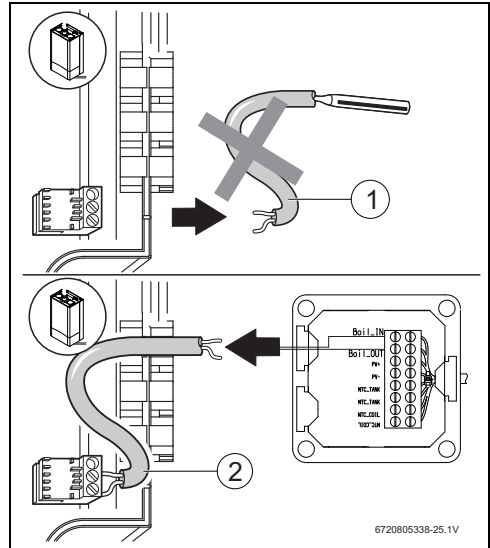

Bild 10
- ▶ Falls ein Fühler für die Warmwasserbereitung am Kessel angeschlossen ist, diesen entfernen (Fig. 10, [1]).
- ▶ An diese Kesselregelungsanschlüsse die beiden Adern des Zusatzkabels (Fig. 10, [2]) anschließen.